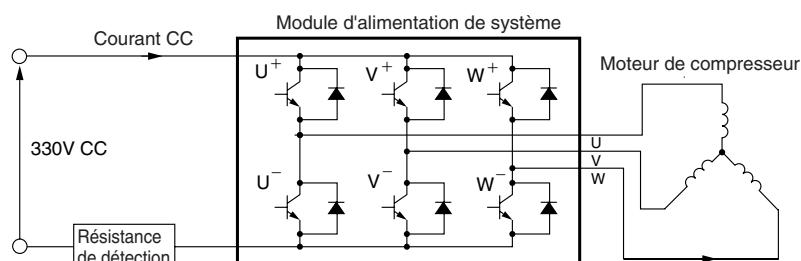

Fig. 8-6
- (1) Comme indiqué sur Fig. 8-6, les transistors U⁺ et V⁺ du module d'alimentation sont excités pour que le courant soit appliqué au bobinage du moteur.